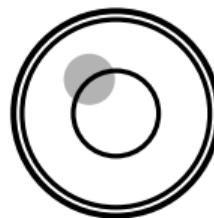

図 4.4
- 6) 球面脚頭の場合、定心かんを少しゆるめ、底板⑦を両手で持って脚頭上をすべらせ、円形気泡管⑤の○付近に気泡を導きます。(図 4.4)